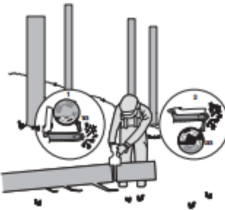

Abb. 5
Wenn der Stamm an beiden Enden aufliegt, wie in Abbildung 5 dargestellt, schneiden Sie 1/3 des Durchmessers oben (Overbuck) (1). Anschließend wird der fertige Schnitt durch Unterbiegen (2) der unteren 2/3 bis zum ersten Schnitt ausgeführt.